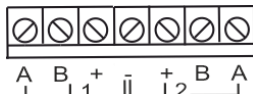

Рисунок 3
5.5 К базе винтом крепится плата контактной группы, на которой размещены клеммники (см. рисунок 3) для подключения питания и входящей и исходящей частей АЛС (см. таблицу 1).